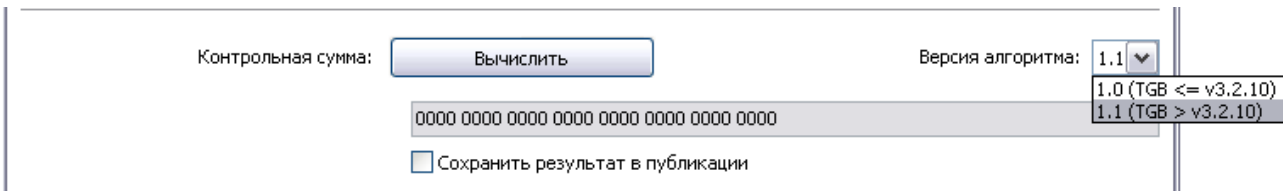

Рис. 189
2. Перед вычислением значения **Контрольной суммы** публикации необходимо выбрать версию алгоритма (Рис. 189).